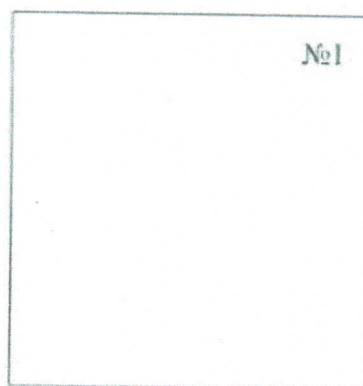

Рис. 1.
- из пакета извлекается первый образец и маркируется карандашом в правом верхнем углу (Рис.1);